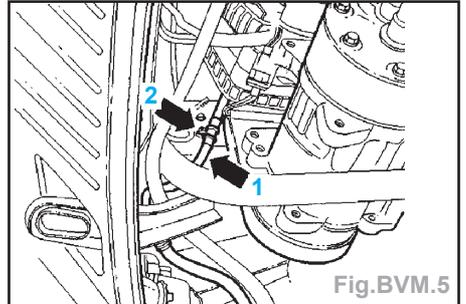

Fig.BVM.5
- Desserrer la conduite du réfrigérant (flèche 1) ; dévisser à cet effet la vis du collier (flèche 2) (Fig.BVM.5).